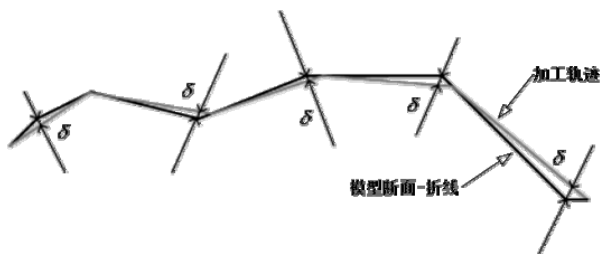

图 1-47 加工误差
1) 加工误差：输入模型的加工误差。计算模型的轨迹的误差小于此值。加工误差越大，模型形状的误差也增大，模型表面越粗糙；加工误差越小，模型形状的误差也减小，模型表面越光滑。但是，轨迹段的数目增多，轨迹数据量变大。加工误差如图 1-47 所示。